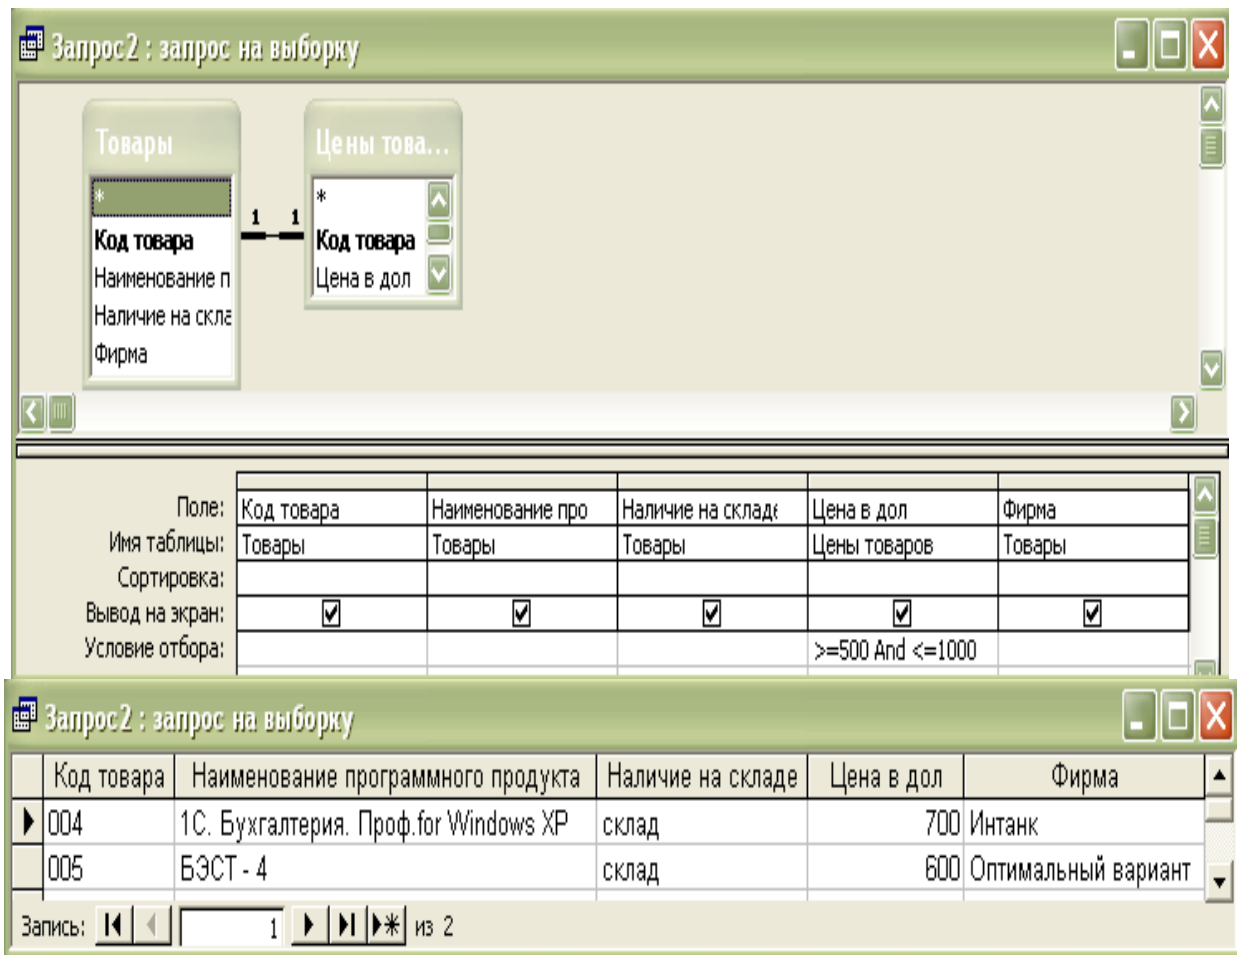

Рис. 5.8. Задание условий и результат выполнения по второму запросу
- На пересечении строки Условие отбора: и столбца Цена в дол напишите выражение ≥ 500 And ≤ 1000 (рис. 5.8).